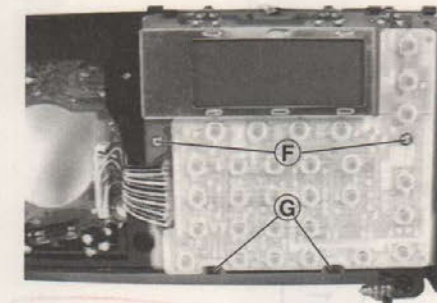

Fig.8
- 2 Schrauben (F) (Fig.8) heraus-schrauben.
- 2 Rastnasen (G) (Fig.8) ausrasten.
- Undo 2 screws (F) (Fig.8).
- Disengage 2 latches (G) (Fig.8).